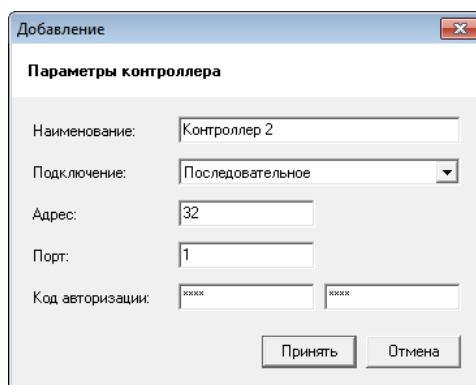

Рисунок 469 – Диалог "Добавление"
- 6.2) Либо нажмите на кнопку "Добавить", в окне "Добавление" (см. Рисунок 469) укажите тип подключения "Последовательное", адрес контроллера "32", порт, соответствующий номеру коммуникационного порта компьютера ("1" для COM1:), код авторизации "123456" и нажмите кнопку "Принять".